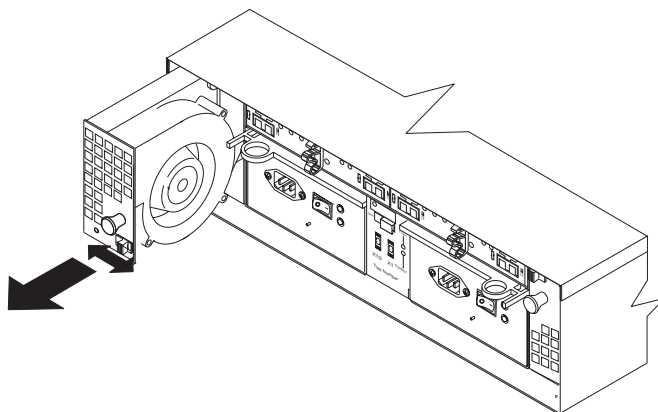

Abbildung 43. Hot-Swap-Kühlungslüfter austauschen
- b. Ziehen Sie mit dem Griff (schwarzer Knauf) den Lüfter aus der Lüfterposition, wie in Abb. 43 dargestellt.